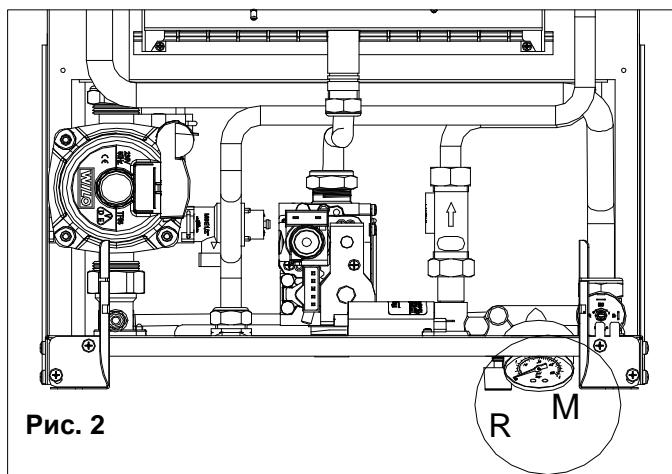
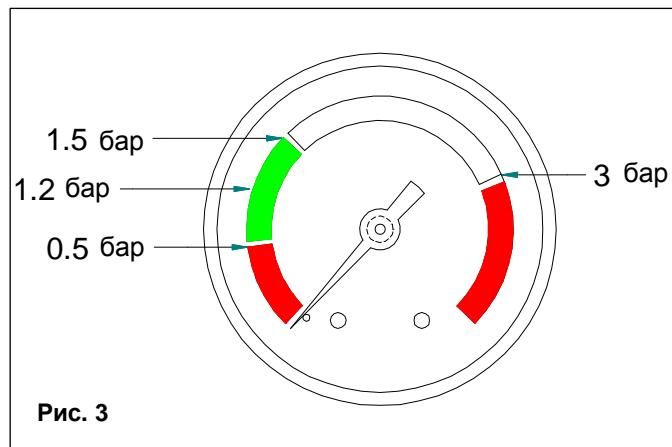

Рис. 2
Рис. 3
Давление воды в контуре отопления следует проверять в течение всего периода эксплуатации котла. В связи с этим показания на манометре **M** (рис. 2), расположенному в нижней части бойлера, не должны быть меньше 1 бар.
Для возобновления нормальной работы системы откройте внешний кран подпитки **R** (рис. 2) и с помощью манометра **M** убедитесь в том, что давление системы достигает половины зеленого сектора (1,2 бар, см. рис. 3) и что на дисплее не горит код **H2O**.
- Проверьте давление теплоносителя в контуре отопления. Показания на манометре **M** (рис. 3), расположенному в нижней части бойлера, не должны быть меньше 1 бар.